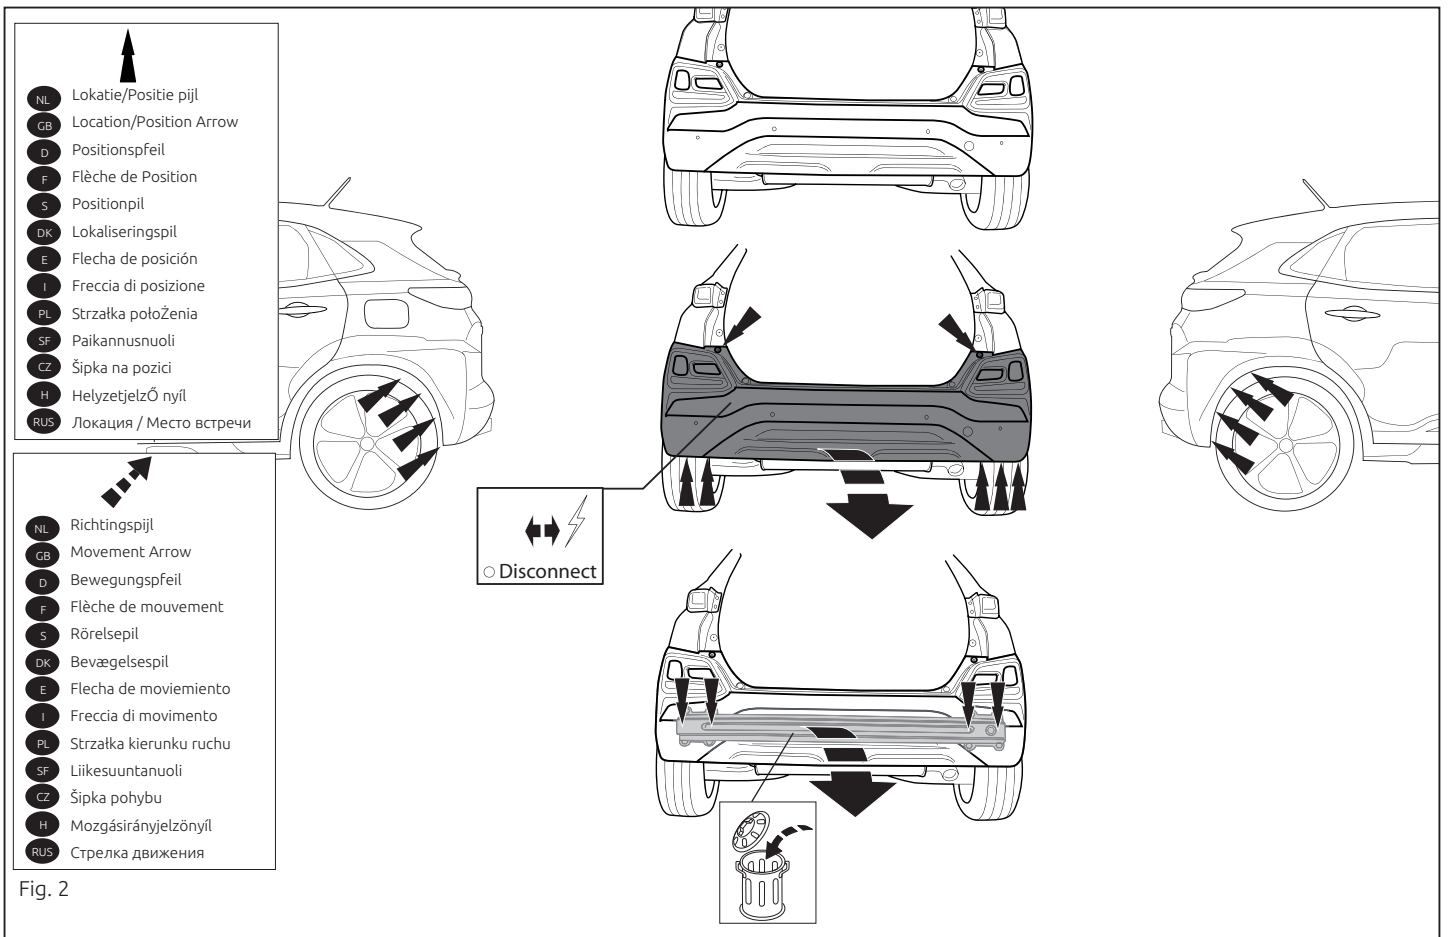

Fig. 2
2. Remove the bumper and the steel buffer beam from the vehicle. See figure 2.
2. Die Stoßstange einschließlich des stählernen Stoßbalkens vom Fahrzeug abmontieren. Siehe Abbildung 2.